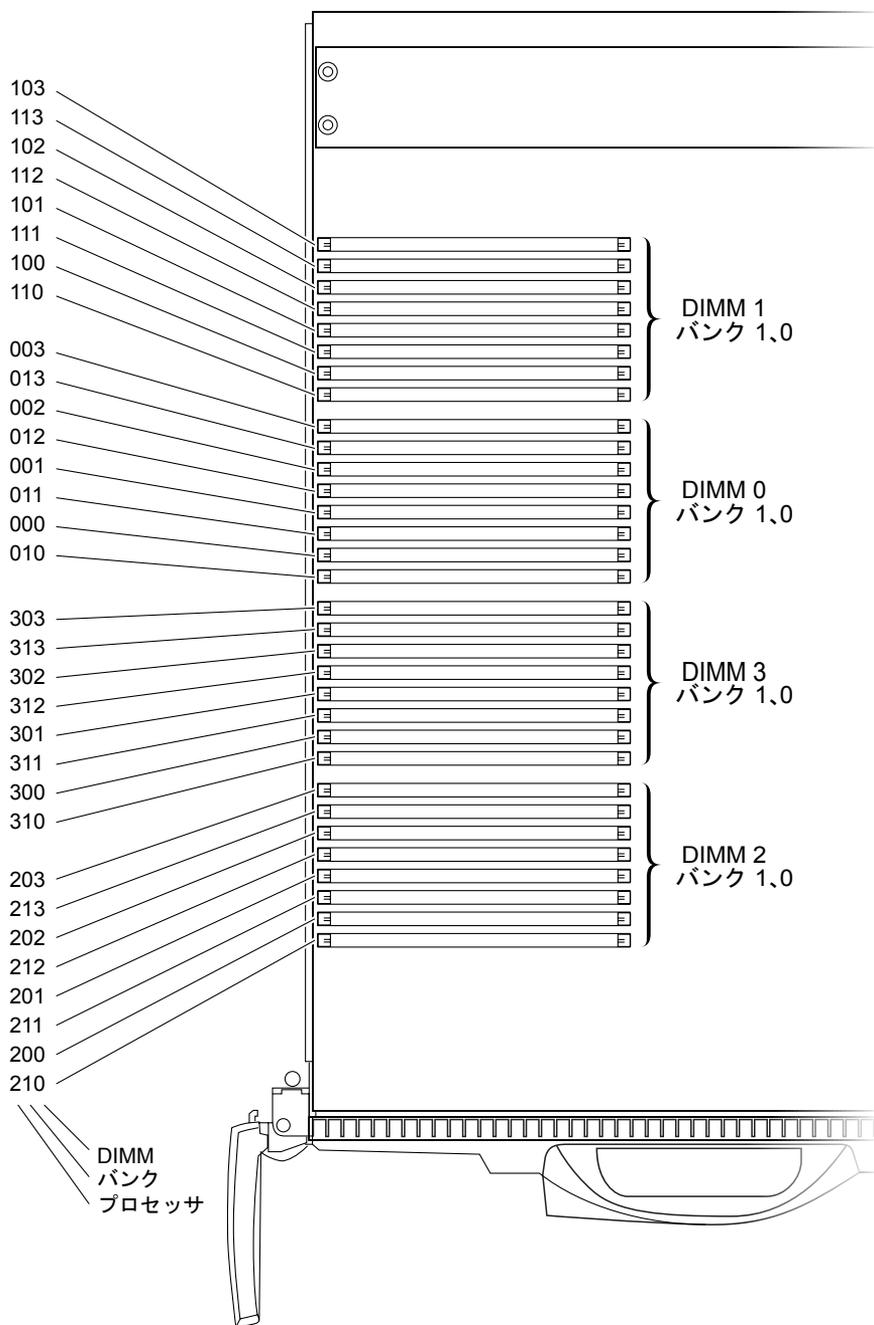

図 8-3 CPU ボードのメモリー DIMM の場所
3. 交換する CPU DIMM のスロットの位置を確認します。図 8-3 に、DIMM の位置番号を示します。